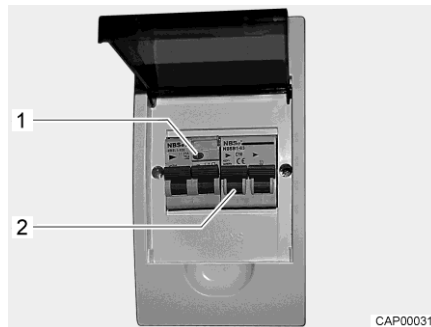

Bild 69 230 V-säkringslåda med ledningsskyddsbrytare och FI-brytare
En jordfelsbrytare (FI-brytare) i säkringslådan skyddar hela fordonet mot läckström (0,03 A). Den efterkopplade ledningsskyddsbrytaren (10 A) (Bild 69,2) säkrar 230 V-nätet.
- När fordonet är anslutet till 230 V-försörjningen: Tryck på kontrollknappen (Bild 69,1). Jordfelsbrytaren måste lösa ut.